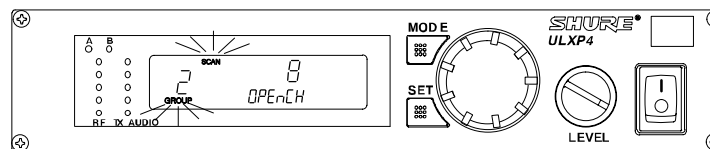

FIGURA 39
3. Cuando se hayan explorado todos los grupos, el grupo que tenga más canales desocupados aparecerá en la pantalla, tal como se ilustra en la Figura 39.